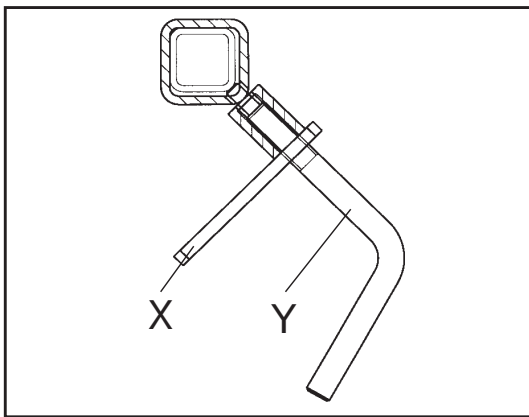

Рисунок 3-11
- Обратить внимание на беззазорное крепление валкового полотна. Затянуть верстачный винт „Y“ с одновременным поворотным движением валкообразователя и законтрить скобой „X“ (Рисунок 3-11)